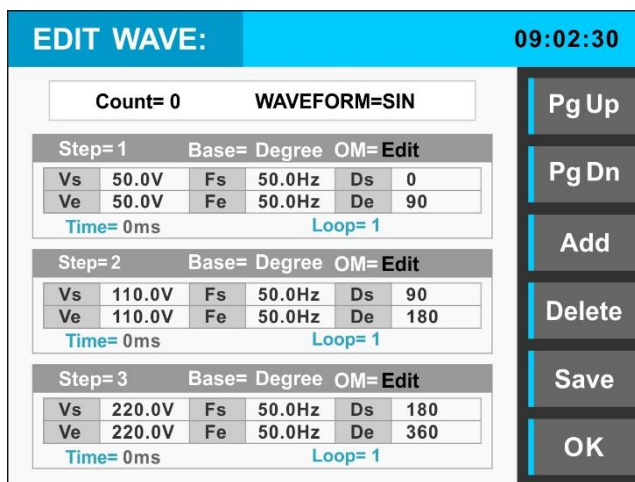

图3-14 Edit模式下波形设置界面
- 2) 根据需要，通过旋钮选择已存储波形中的一组波形，按ENTER键确认并调出波形，界面会跳转到图3-14。此界面同样支持相关参数的修改及存储操作。